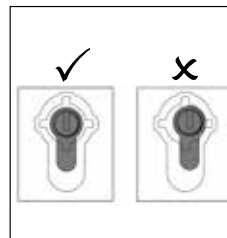

Abb. 4
- Besonders bei bündig abschließenden Zylindern muss die Walze des Zylinders wie in Abb. 4 dargestellt in der Öffnung zentrisch/mittig ausgerichtet sein.